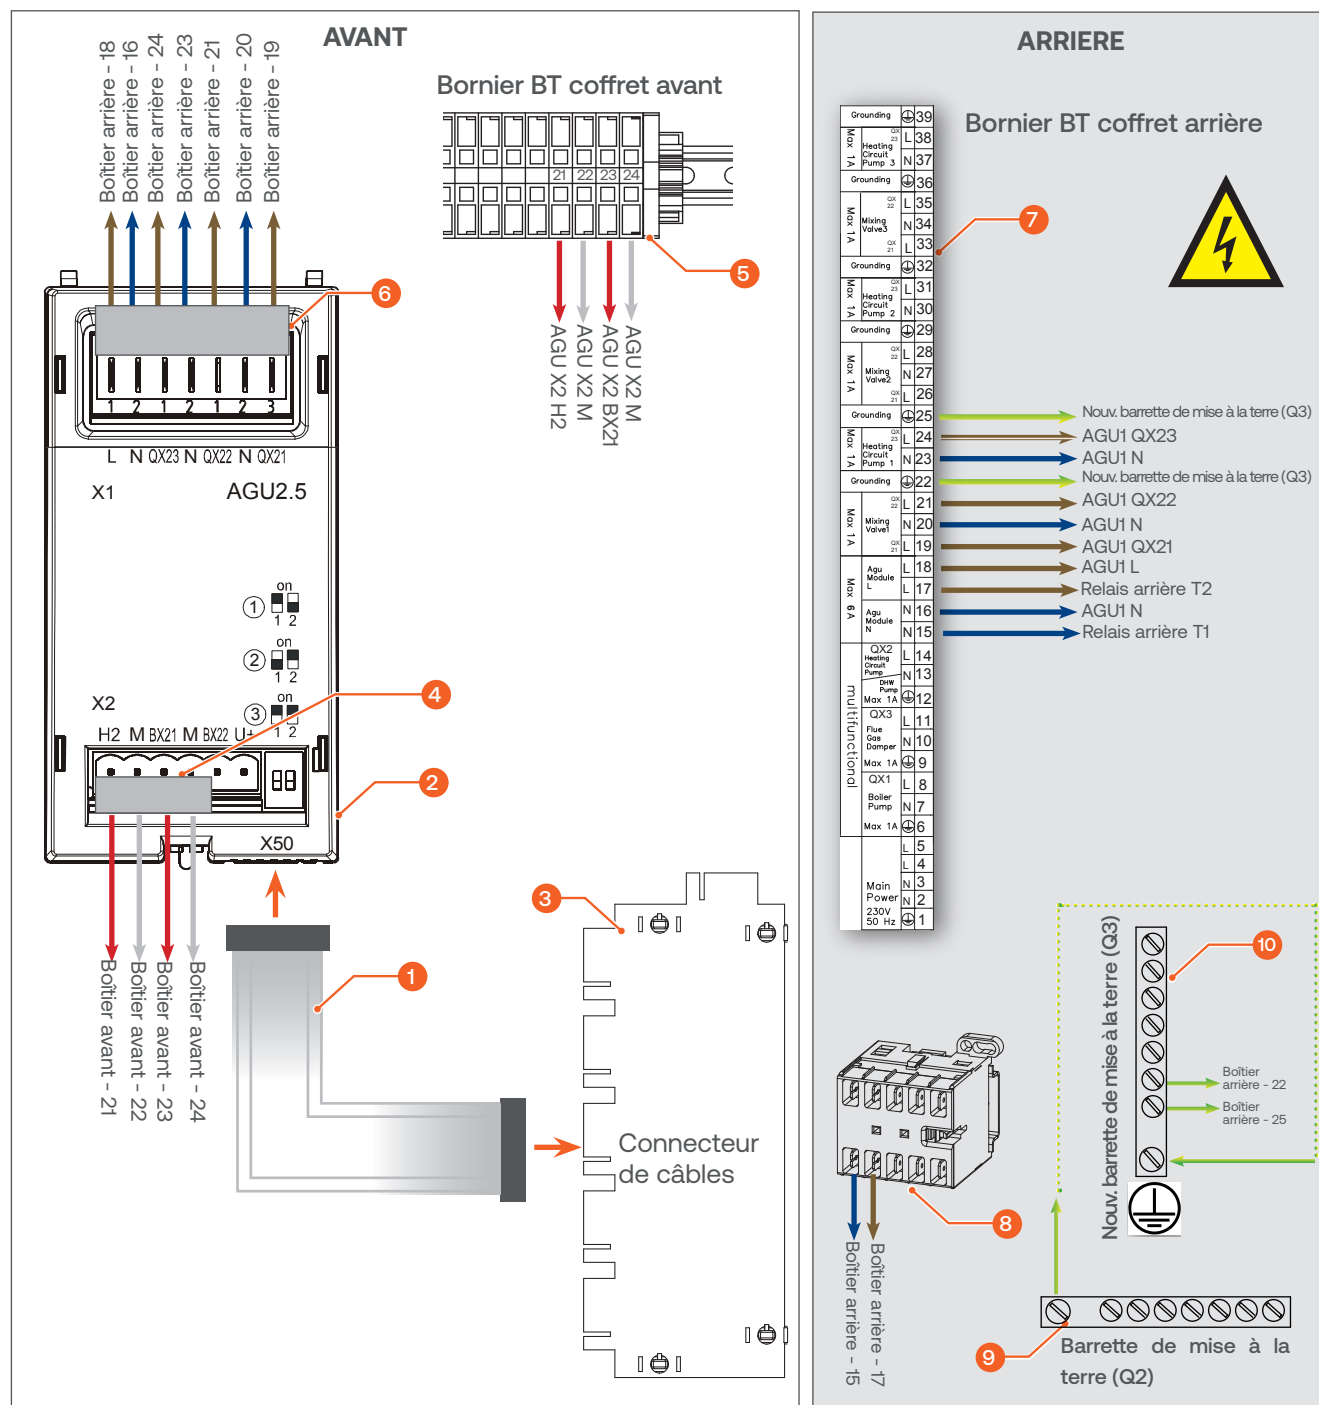

Fig. 10. Nesta - Raccordement des câbles - AGU 1 (starter)
4. Connecter le relais arrière (8) au bornier arrière (7), comme indiqué sur l'image ci-dessous. Acheminer le faisceau de câblage comme illustré en **Fig. 10**.
5. Connecter la barrette de mise à la terre inférieure (coffret arrière) (9) à la nouvelle barrette de mise à la terre (10) en utilisant un fil de terre de 650 mm de long.
6. Connecter les bornes de mise à la terre 22 et 25 du bornier arrière (7) à la nouvelle barrette de mise à la terre (10) en utilisant deux fils de terre de 210 mm de long